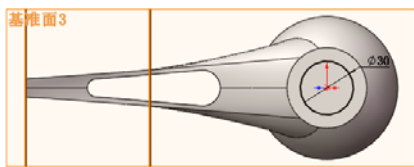

图 6-108 绘制的草图
**37** 绘制草图。单击“草图”工具栏中的“圆”图标按钮，以原点为圆心绘制直径为 30 的圆，结果如图 6-108 所示。